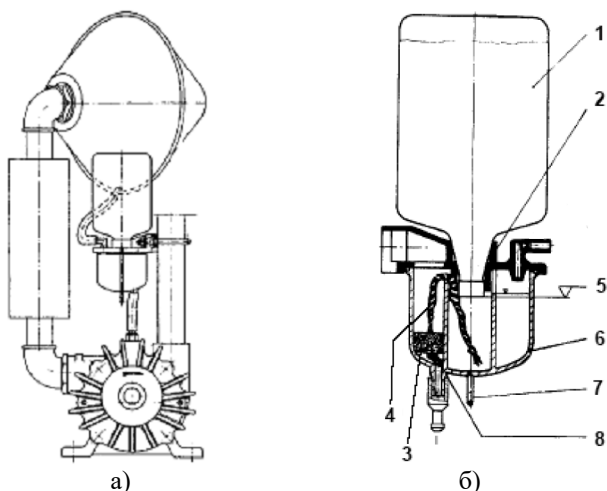

Рисунок 1.36 – Общий вид фитильной смазки:
Фитильный способ смазки используется в насосах RPS 400 и RPS 800. Масленка монтируется на всасывающем патрубке вакуумного насоса (рис. 1.36).
- Перед первым пуском в эксплуатацию масляный фитиль (4) необходимо основательно напитать маслом и вместе с фильтрующим элементом (3) тщательно уложить в предусмотренную для них камеру фитиля (8) (см. рис. 1.36).
- Нажатием установить масляный резервуар (6) под крышку (2) и, вращая, найти положение фиксации. После этого зажать масляный резервуар скобой (7).
- Открыть пробку емкости с маслом (1) и опрокинуть в приемный конус. Вращением вправо слегка прижать емкость.
- Регулярно контролировать уровень масла (5). При загрязнении в случаях перелива жидкости нужно как минимум 2 раза в год чистить резервуар масла.